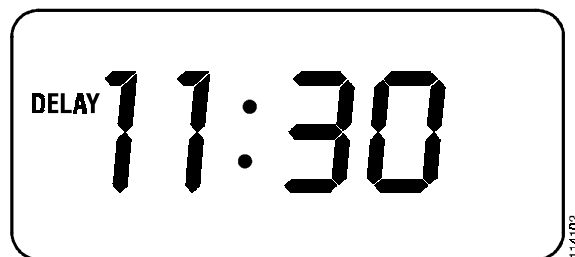

Figure 11.
9. Pour cela, appuyez sur le bouton plus (+) ou moins (-), à droite de l'écran, pour donner au minuteur la durée de cuisson choisie. La durée maximum est de 11 heures et 50 minutes (la durée minimum est de 1 minute). L'écran retournera à l'heure du jour avec le mot DELAY à gauche du jour, comme dans la Figure 11.
Appuyez sur le bouton **Start Time**. Un bip se fera entendre et l'écran affichera SET-START-TIME sur le côté droit. Ensuite appuyez sur le bouton plus (+) ou moins (-), à droite de l'écran, pour donner au minuteur l'heure de début de cuisson désiré. Après avoir introduit cette heure, un bip se fera entendre et les mots DELAY-START-TIME (Heure de cuisson retardée) apparaîtront brièvement à l'écran puis l'écran retournera à l'heure du jour avec le mot DELAY à gauche de l'heure, comme dans la Figure 11.